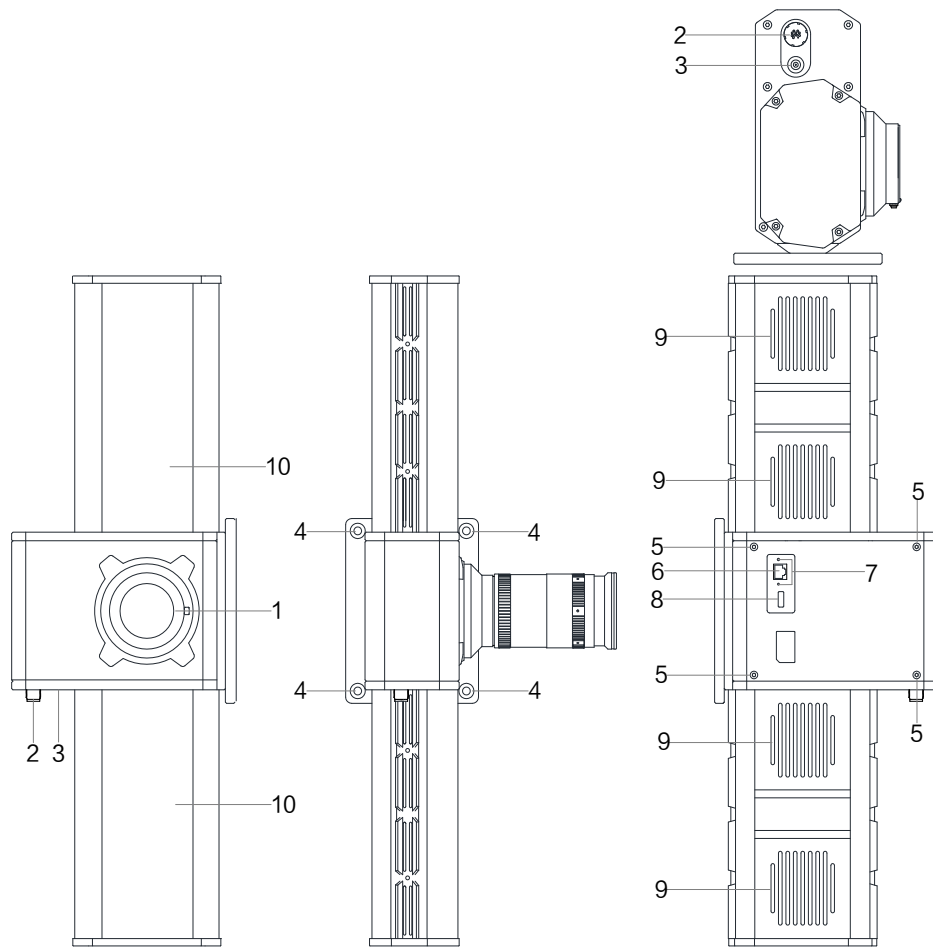

图1-1 12-pin M12 接口读码器外观
- 12-pin M12 接口读码器外观如图 1-1 所示。